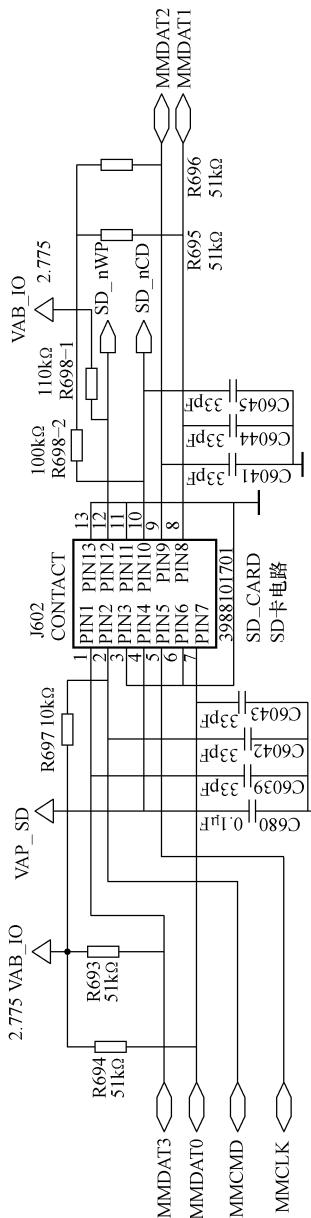

图 4-37 SD 卡的电路结构原理图
如图 4-37 所示，为 SD 卡的电路结构原理图。
① 英文符号的含义。下面我们将对图 4-37 中重要的英文符号的含义作一简要的了解。
② 电路中的元器件。下面我们将对图 4-37 中的关键元器件作一简要的了解。
从图 4-37 中，我们可以看到，SD 卡与 TF 卡不同的是，它多了两个信号，即 12 脚和 10 脚的读写和选择控制信号，其他都是相同的工作条件。